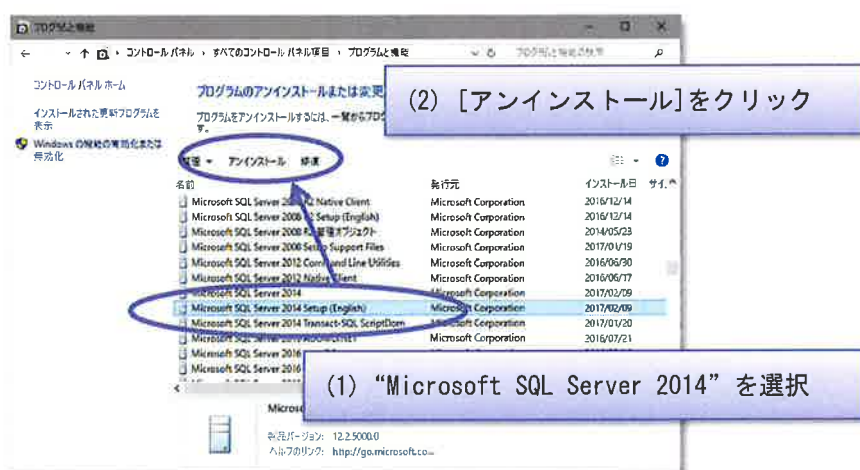

図 2.10 データベースソフトのアンインストール
- (2) リストの中から “Microsoft SQL Server 2014” を選択して **[アンインストール]** をクリックします。(図 2.10)